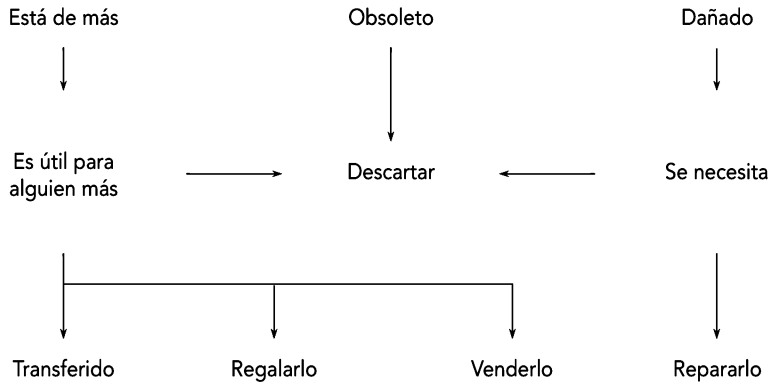

Figura 7.1
3. Establezca criterios de selección como los de la figura 7.1.